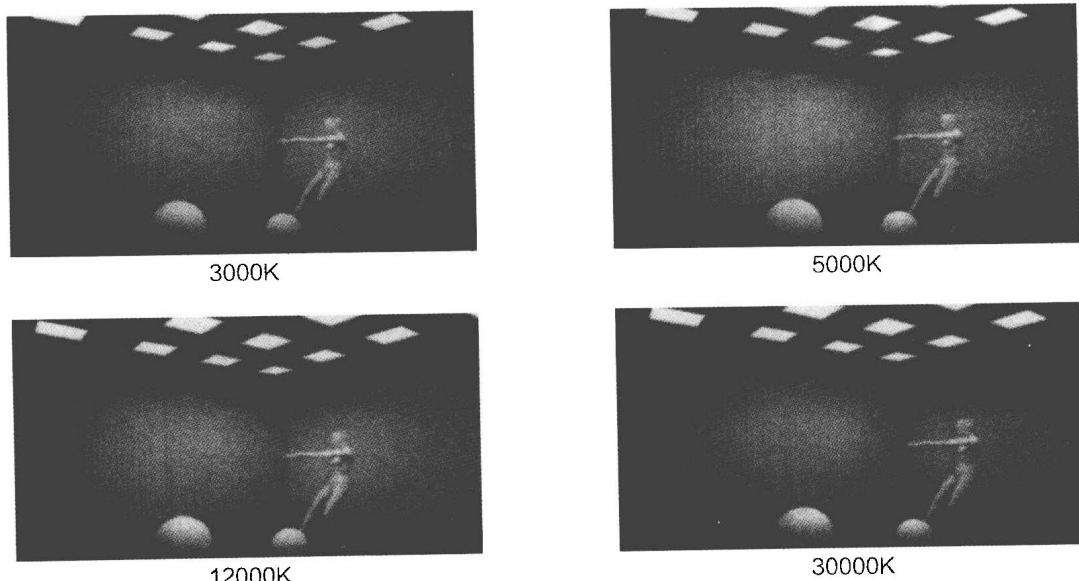

图 1-3 不同色温产生的不同效果
(2) 通过不同色温的使用给人们不同的颜色感觉和氛围，如图1-3所示。